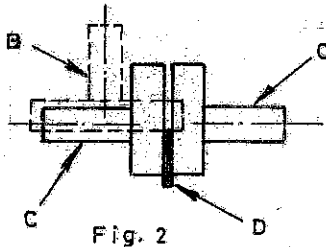

Fig. 2
- c) Klingledarens styrningar måste vara korrekt inställda enl. fig. 2 och 3. Fig. 2 visar klingledare med rullar för sidostyrningen (C). Bakre rullen (B) skall styra mot klingans rygg. Sidostyrningarna (C) måste styra tätt mot sågklingans (D) sidor. OBS! att klingans tänder lämnas fria.